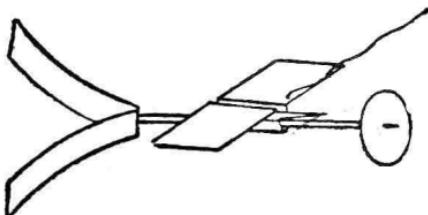

图 8
5. 把各零件套装在竹丝上就成图8的样子。尾翼可用订书机钉住，也可用浆糊或胶水粘在竹丝上。这样，就做成了“响声飞机”。